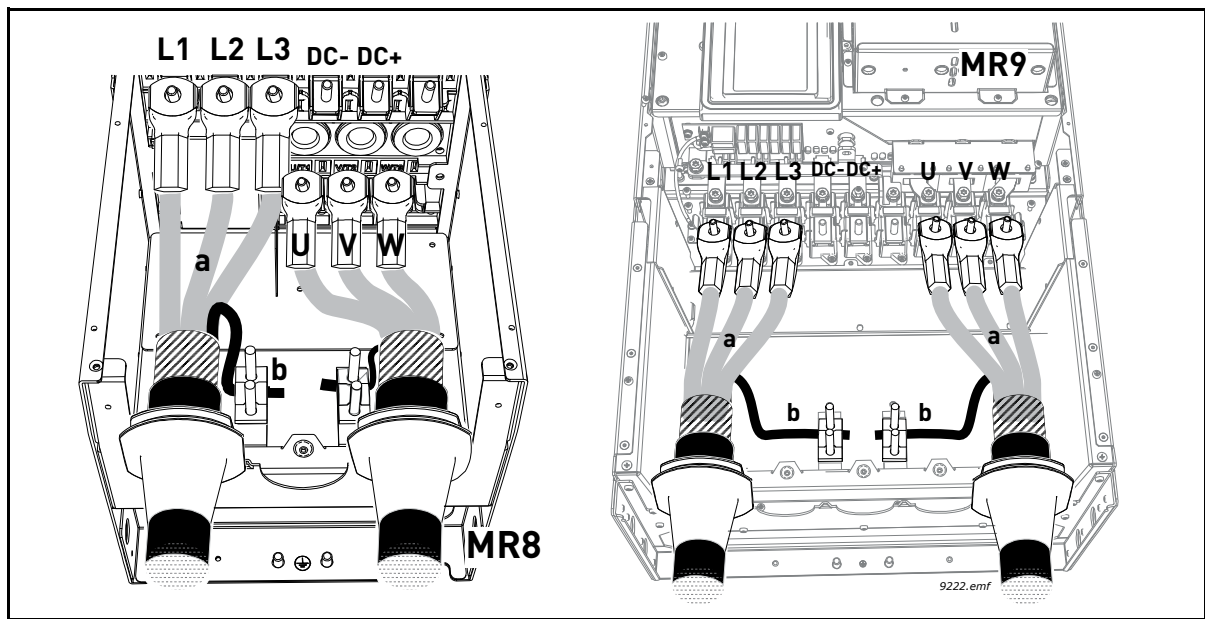

Figura 42.
- Răsuciți restul tuturor învelișurilor de ecranare ale cablurilor în bucle și efectuați o legătură la masă așa cum se arată în Figura 42 (b), folosind clema din *trusa cu accesorii*.